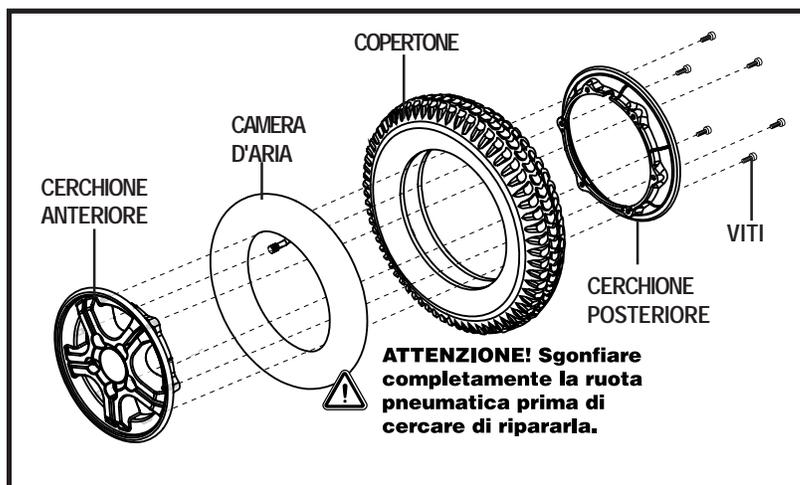

Figura 26. Ruota Motrice smontata della Quantum R-4000
6. Rimuovere le viti che fissano le due metà del bordo insieme. Vedere figura 26.
10. Reinstallare i (5) dadi ad aletta sul centro ruota e stringere.